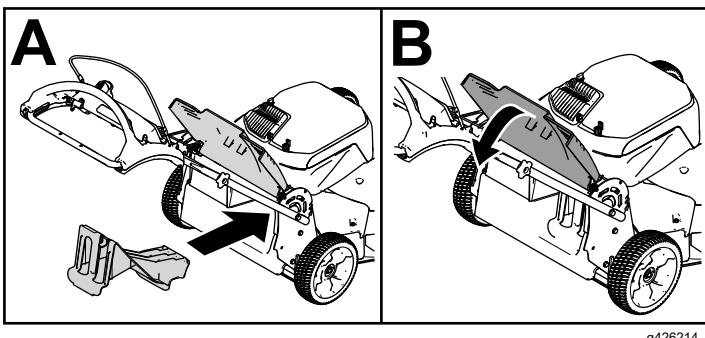

Figura 17
hasta que el enganche encaje en su sitio; consulte Figura 17.
**Importante:** Asegúrese de que el tapón de descarga trasera está colocado antes de reciclar los recortes (Figura 17).